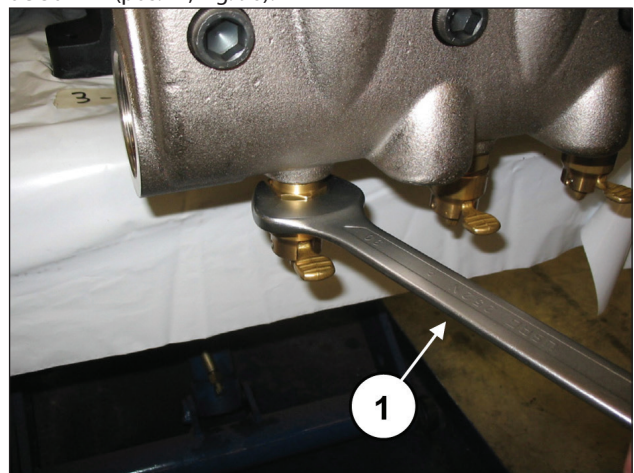

Fig. 96
Solte o dispositivo de abertura das válvulas mediante chave de 30 mm (pos. ①, Fig. 96).